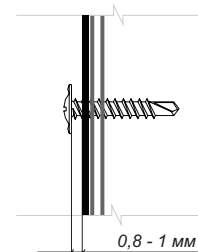

Рис. 18
■ Прижмите панель к обрешетке и закрепите саморезами. Прикручивайте панель от центра к краям. Не крепите сайдинг слишком плотно. Оставьте расстояние примерно 0,8-1 мм между нижним краем шляпки самореза и панелью так, чтобы она имела свободный ход по горизонтали (*рис. 18*).